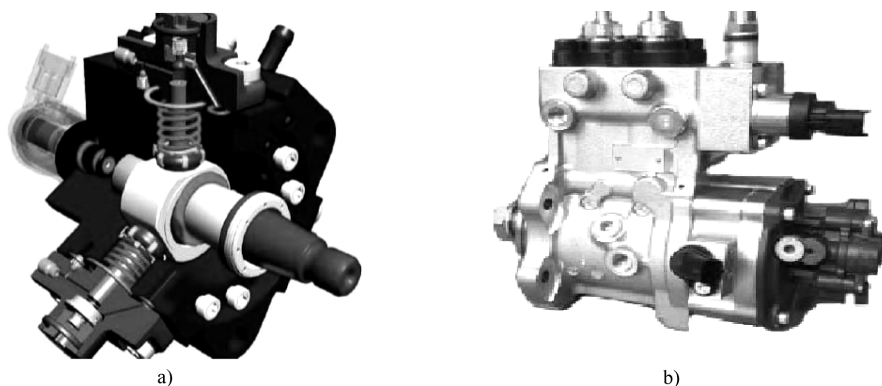

图 9-4 不同类型的 BOSCH 油泵
(1) 高压油泵 共轨柴油机燃油泵将高压油泵和供油泵集成为一个整体, 如图 9-4 是用于中型和重型柴油机的 BOSCH 燃油泵。CP3.3 高压油泵, 由齿轮驱动旋转, 泵内有 3 个成辐射状安装、互隔 120° 的柱塞。驱动轴每转 1 转高压油泵有 3 次供油。CP3.3 高压油泵由燃油直接润滑。